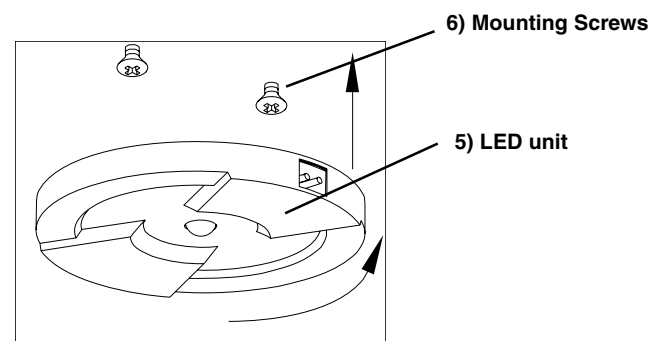

Fig. 2
6. **Pour installer l'unité à DEL (5)**, aligner les fentes en trou de serrure sur les vis. Placer l'unité sur les vis et tourner dans le sens inverse aux aiguilles d'une montre. (Ajuster la hauteur des vis au besoin). **Voir la fig. 2.**
- 6. Install LED unit (5)** by aligning keyhole slots with screws. Place over screws and rotate counter-clockwise. (adjust screw height as needed). **See Fig 2.**
- 6. Instale la unidad LED (5)** alineando las ranuras del "keyhole" con los tornillos. Coloque sobre los tornillos y gire hacia la izquierda. (Si es necesario, ajuste la altura del tornillo). **Vea Fig. 2.**